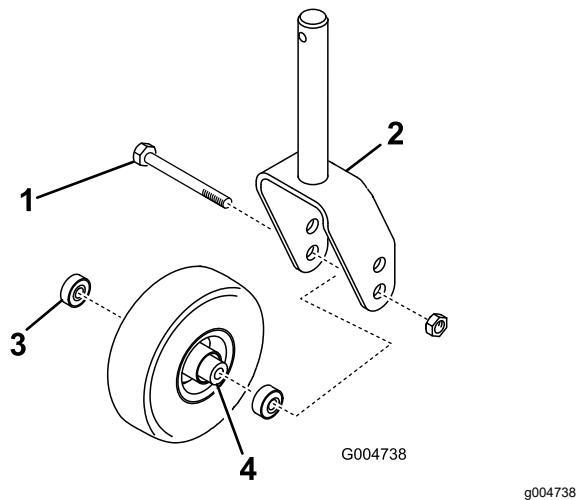
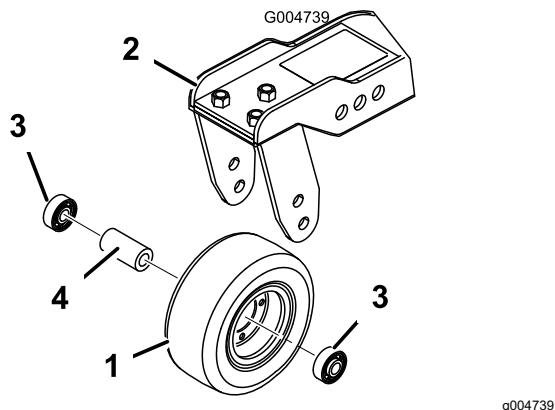

Figura 86
Figura 87
- Retire la contratuerca del perno que sujeta el conjunto de la rueda giratoria entre la horquilla (Figura 86) o al brazo de pivote (Figura 87).
- Retire el cojinete de la rueda y deje que se caiga el suplemento del cojinete (Figura 86 y Figura 87).